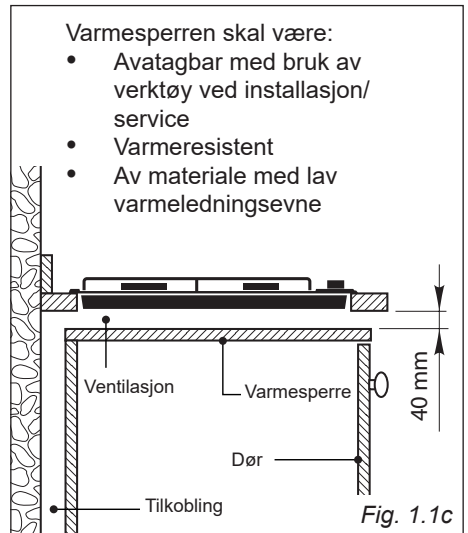

Fig. 1.1c
- Hvis det er en ovn (uten kjølevifte) installert under koketoppen, skal det installeres en varmesperre under koketoppen. Se fig. 1.1c.
- Hvis det er en ovn (uten kjølevifte) installert under koketoppen eller hvis bunnen av koketoppen er tilgjengelig gjennom et skap eller en skuff etter installasjonen, skal det installeres en varmesperre under koketoppen. Se fig. 1.1c.
- Hvis bunnen av koketoppen er tilgjengelig gjennom et skap eller en skuff etter installasjonen, skal det installeres en varmesperre under koketoppen. Se fig. 1.1c.